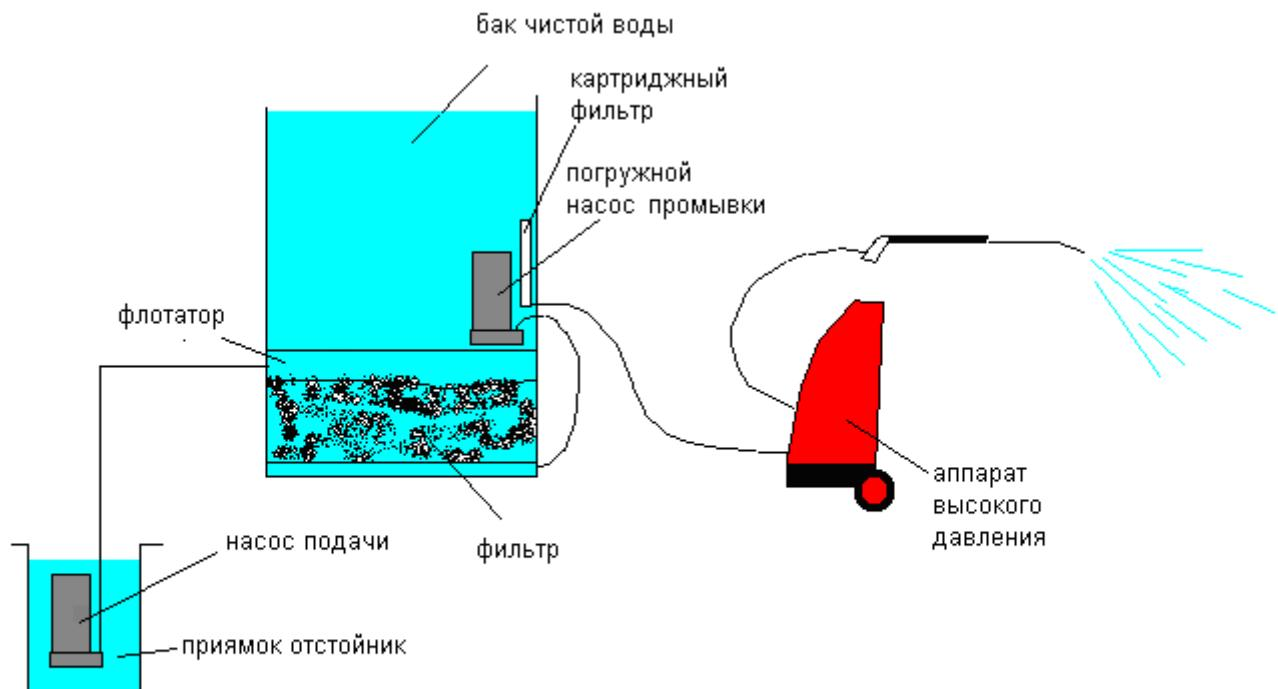

Рис. 6.1.
6.1. Принципиальная схема установки УКО[®]-1 приведена на рис. 6.1.